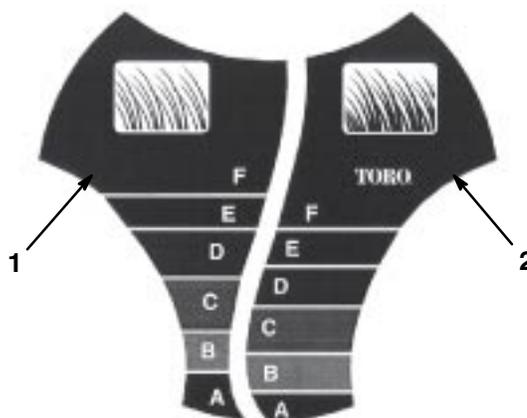

Bild 13
Das *SmartWheel™* weist zwei Schnitthöhenkalen auf: *Dünn/Normal* und *Satt*—damit Sie bei jedem Rasenzustand immer das beste Ergebnis erzielen (Bild 13). Benutzen Sie die *Dünn/Normal*-Skala während der warmen Sommersaison für den Großteil Ihres Mähbedarfs. Die *Satt*-Skala dient ausschließlich starkem, nassem und satterm Graswuchs, den Sie am häufigsten im Frühjahr antreffen.
2. Bewegen Sie den Rasenmäher aufs Gras; Schieben Sie den Rasenmäher nicht mehr weiter, wenn das *SmartWheel*-Motiv an einem der Hinterräder aufrecht steht (Bild 13).